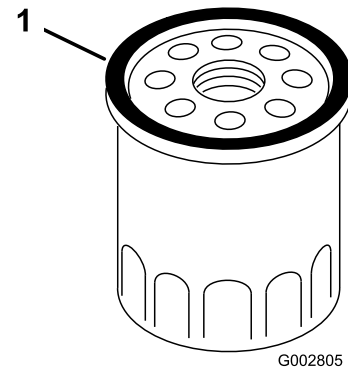

Figura 34
1. Aplique una capa del aceite especificado a la junta del filtro de aceite nuevo (Figura 34); consulte Especificación del aceite del motor \(página 25\).